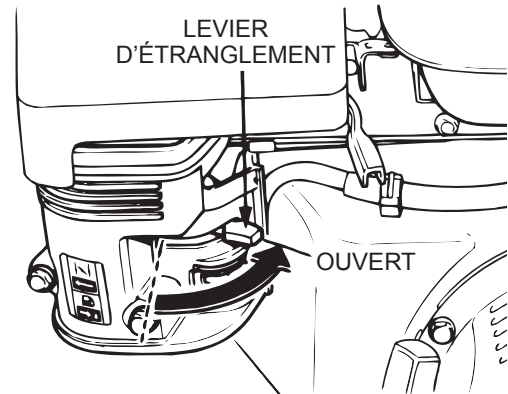

Figure 9. Levier d'étranglement du moteur (Ouvert)
3. Placer le levier d'étranglement (Figure 9) dans la position « FERMÉ » si vous démarrez un moteur à froid.
4. Placer le levier d'étranglement (Figure 9) dans la position « OUVERTE » si vous démarrez un moteur à chaud ou si la température est élevée.